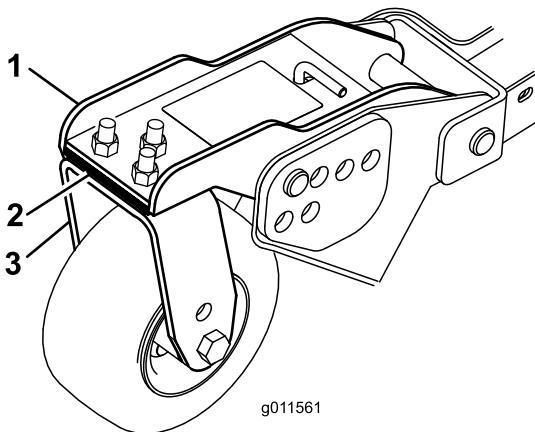

Bild 103
1. Entfernen Sie die Schrauben und Muttern, mit denen das vordere Laufrad an der Laufradgabel befestigt wird (Bild 103).